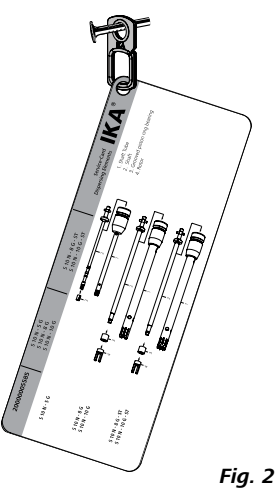

Fig. 2
- Haken (zur Befestigung der Servicekarte, siehe **Fig. 2**)